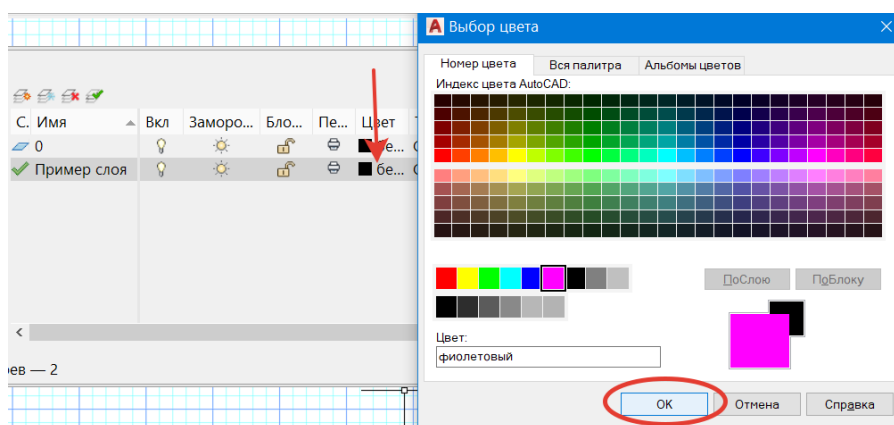

Рис. 28. Выбор цвета создаваемого слоя
3) задать цвет нового слоя (рис. 28);